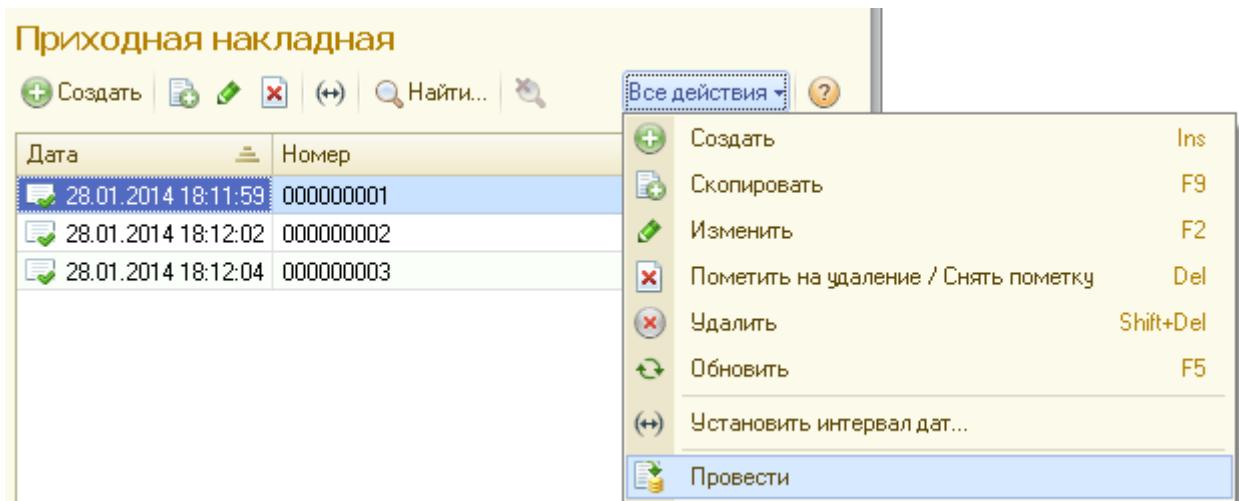

Рисунок 41 Проведение документа
8. Запустите в режиме «1С:Предприятие» и создайте несколько новых приходных накладных или перепроведите уже созданные. Это можно сделать, не открывая документ. Выделите документ в списке, нажмите кнопку «**Все действия**», выберите пункт «**Провести**» (рис. 41) Проверьте появление записей в регистре накопления «**Остатки материалов**». По завершению вернитесь в режим «Конфигуратор».